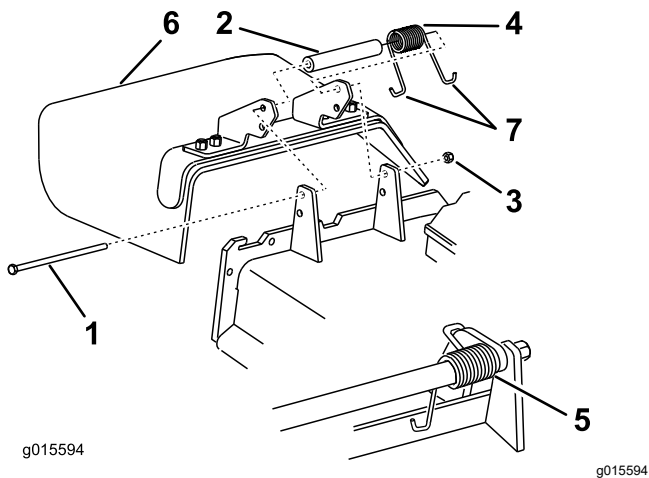

Figura 87
1. Togliete il dado di bloccaggio, il bullone, la molla e il distanziale che fissano il deflettore alle staffe orientabili del tosaerba (Figura 87).
2. Togliete il deflettore di sfalcio se è danneggiato o consumato (Figura 87).
**Nota:** Verificate che un'estremità a gancio J della molla si trovi dietro il bordo del piatto di taglio prima di montare il bullone, come illustrato nella Figura 87.
6. Infilate l'estremità a gancio J della molla attorno al deflettore dello sfalcio (Figura 87).